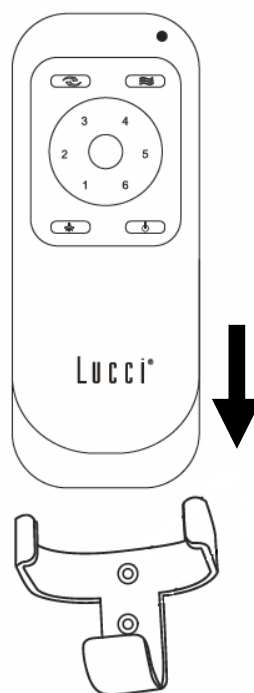

Fig. 9b
4. Emboîtez la télécommande dans le support. (Fig. 9b)